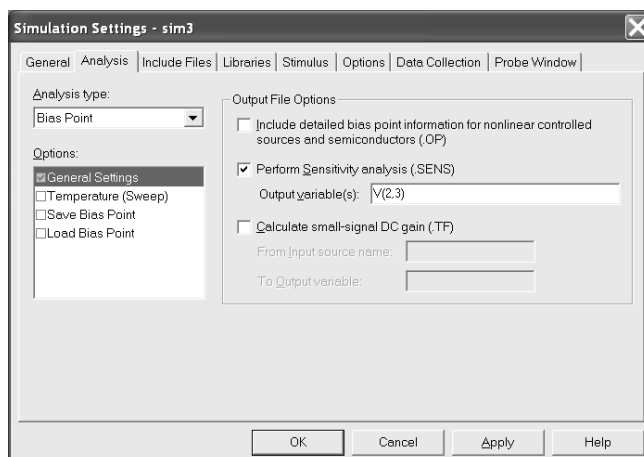

Figura 5.17. Setarea analizei de sensibilitate
2. În editorul profilului de simulare (Figura 5.17), setați analiza *Bias Point* și bifați *Perform Sensitivity Analysis (.SENS)*.